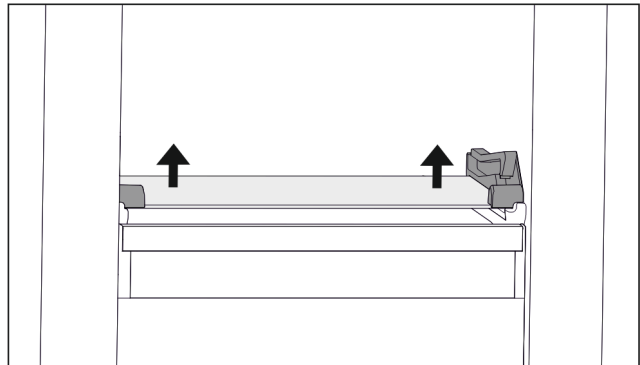

Fig. 131 Placa de cristal del cajón abatible
- ▶ Presione hacia arriba la placa de cristal simultáneamente desde la parte inferior. (consulte Fig. 131)